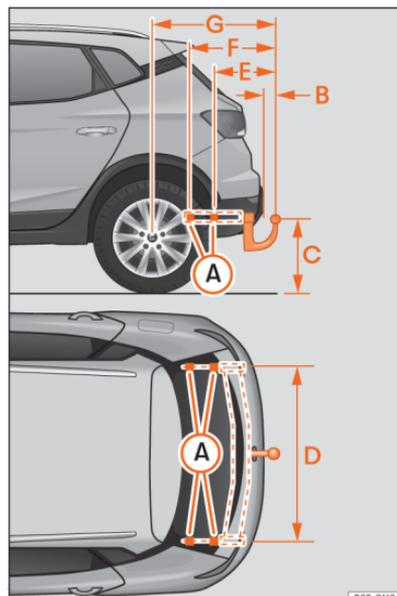

Fig. 154 Quotas e pontos de fixação para a montagem posterior de um dispositivo de reboque.
» **Fig. 154** (C) nunca poderá ser inferior à indicada. Isto rege também com o veículo a plena carga, incluindo a carga vertical máxima tecnicamente admissível sobre o acoplamento.